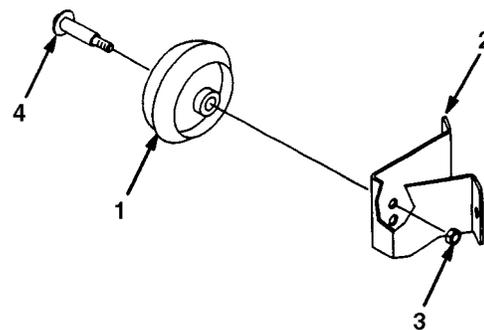

Fig. 6
1. Per modificare l'altezza delle ruote del tosaerba, togliere il bullone di montaggio delle ruote ed inserirlo in un altro foro (Fig. 6).
superiori (Fig. 6).